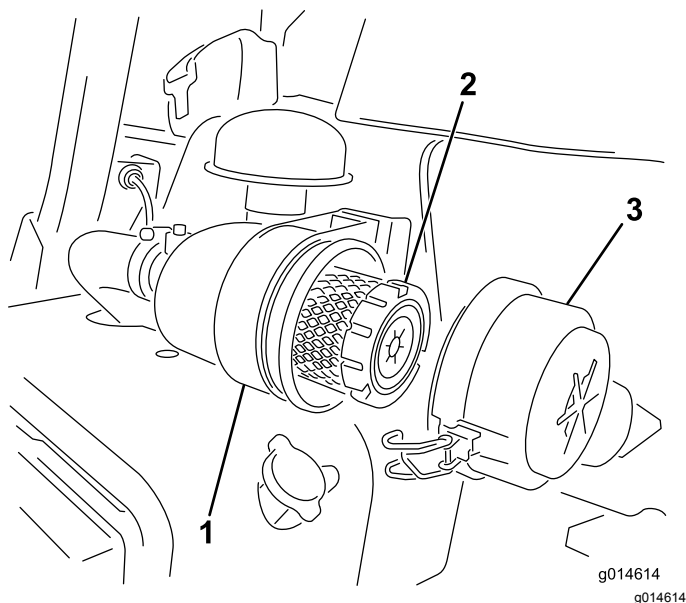

Bild 41
1. Lösen Sie die Riegel, mit denen die Abdeckung an der Luftfilterabdeckung befestigt ist (**Bild 41**).
6. Befestigen Sie die Laschen (**Bild 41**).